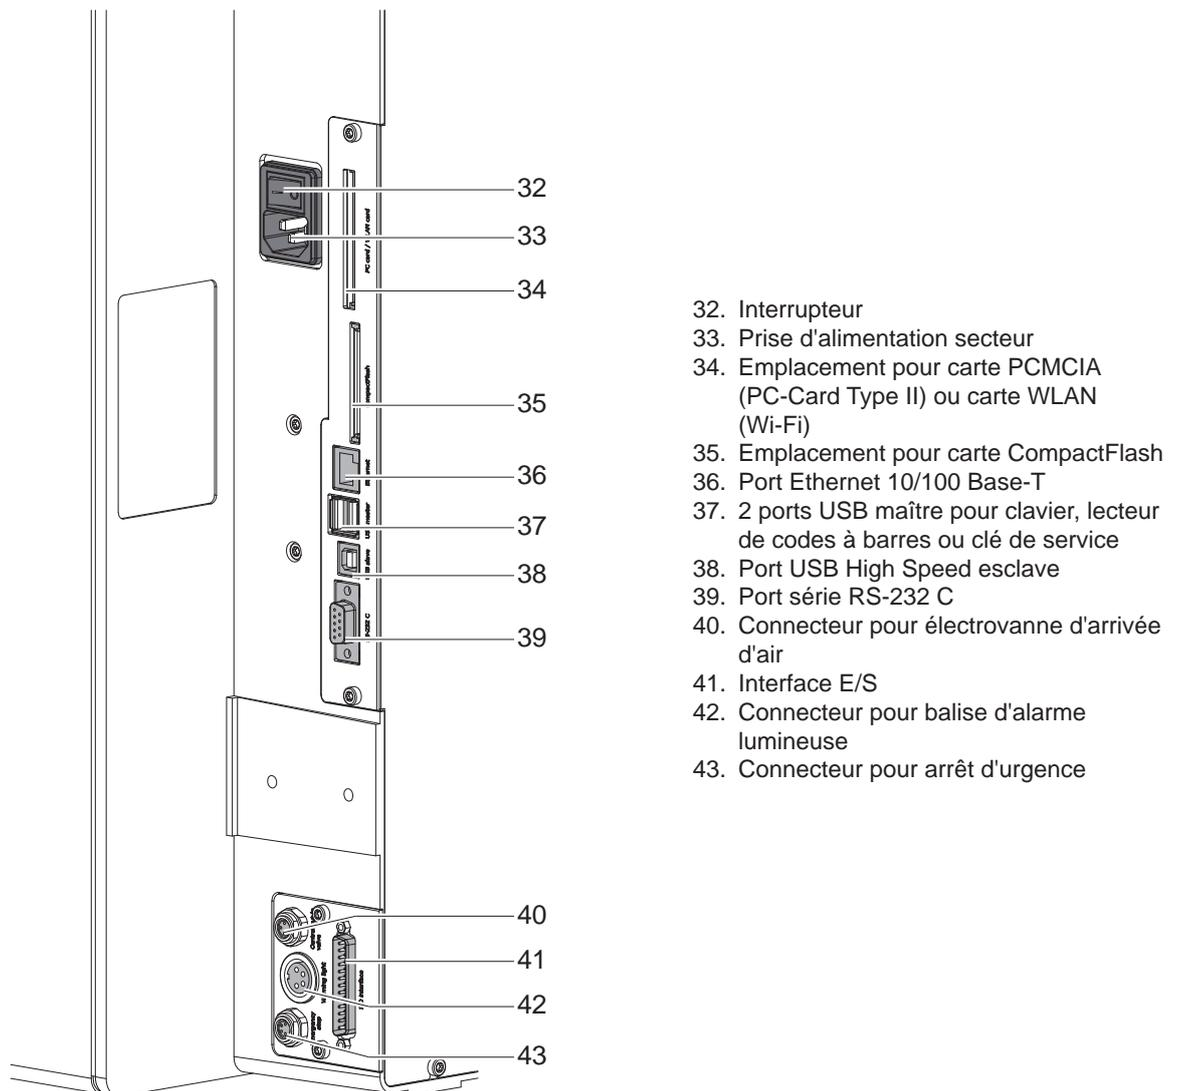

Figure 4 Connexions
Les interfaces disponibles sont décrites sur la Figure 4 page 8.
2. Insérer le câble dans la prise d'alimentation secteur (32 / Figure 4).
- ▶ Mettre l'imprimante sous tension grâce à l'interrupteur (32 / Figure 4).